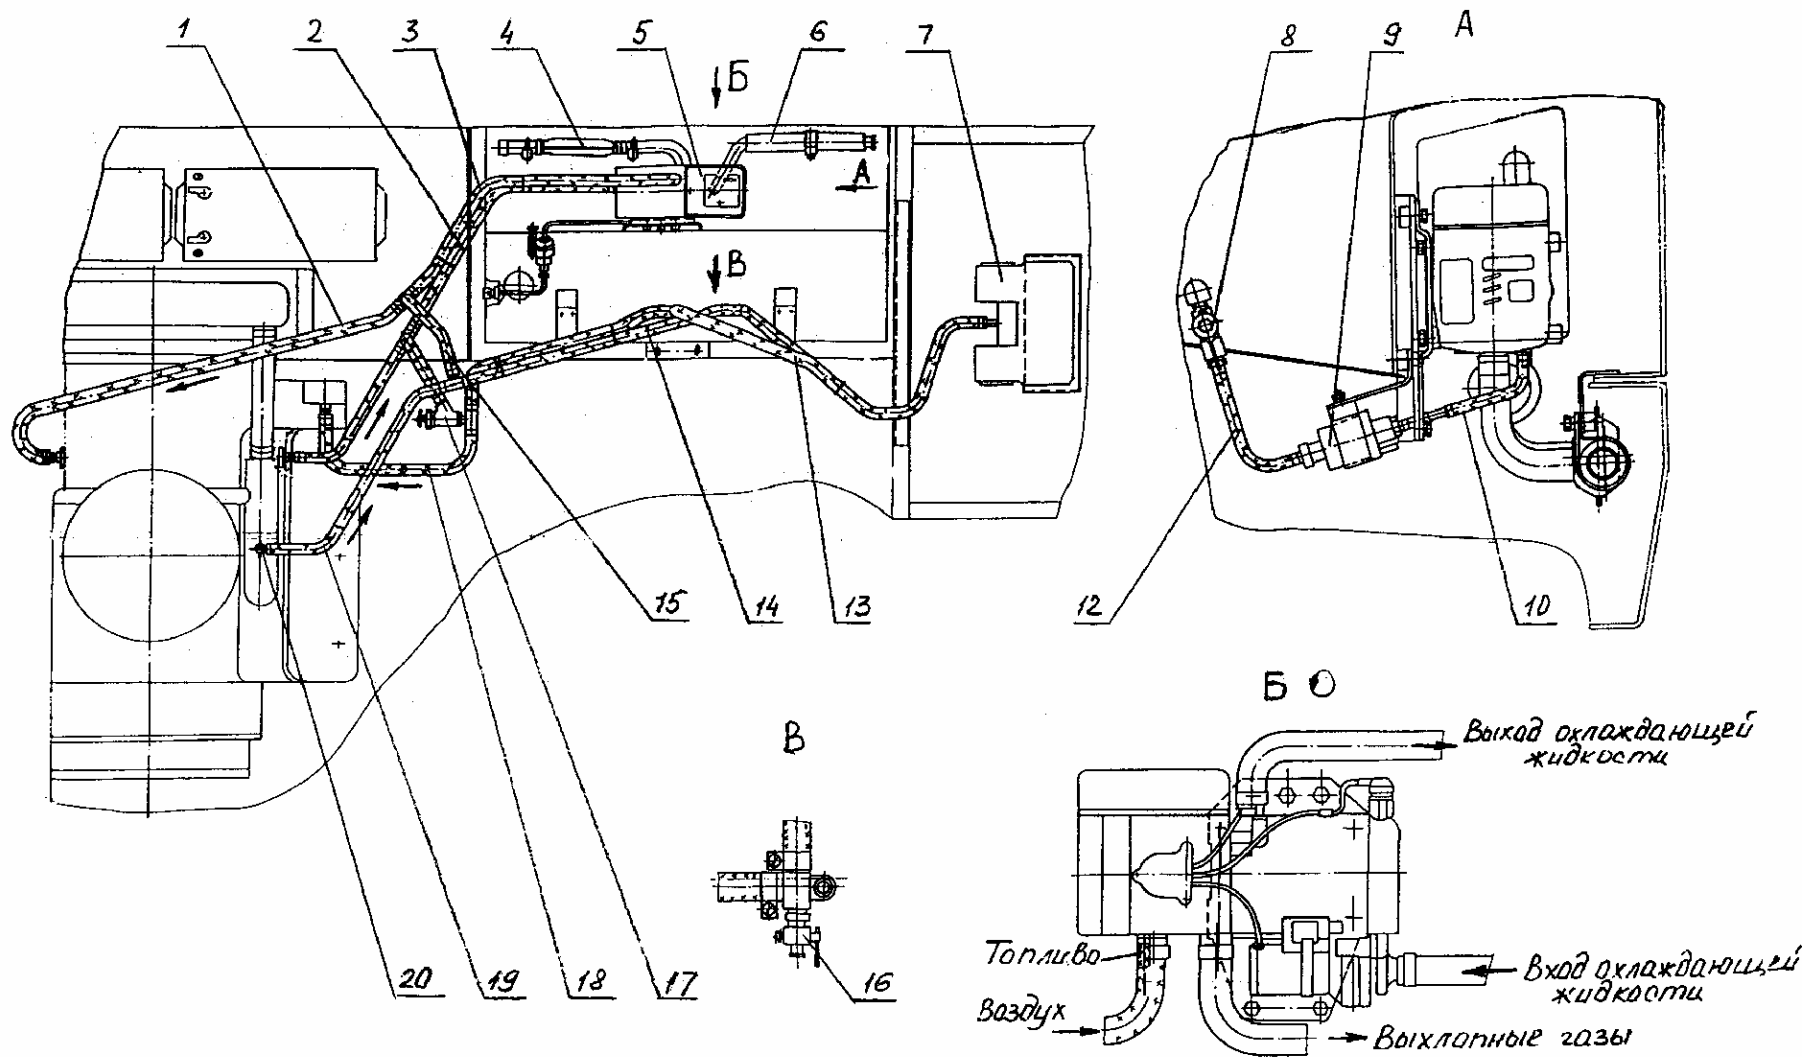

Рис. 19 Установка предпускового подогрева двигателя и отопления кабины
2.3. УСТАНОВКА ПРЕДПУСКОВОГО ПОДОГРЕВА ДВИГАТЕЛЯ И ОТОПЛЕНИЯ КАБИНЫ (РИС. 19)